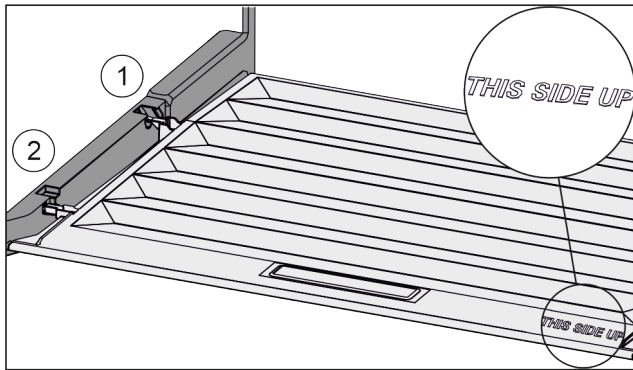

Fig. 86
- ▶ Introduceți nervura capacului prin orificiul suportului posterior Fig. 86 (1) și înclichetați-l în față în suport Fig. 86 (2).